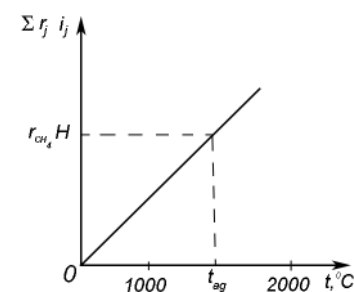

Рис. 1
ясь значениями молярной энтальпии газов из таблицы Приложения 1 и 2 и строим график зависимости  $\Sigma r_{\text{прод}} i_{\text{прод}}$  от  $t$  (см. рис.1). Далее по значению левой части уравнения (2)  $r_{\text{CH}_4} H$  находим соответствующее значение адиабатической температуры процесса горения  $t_{\text{ад}}$ .